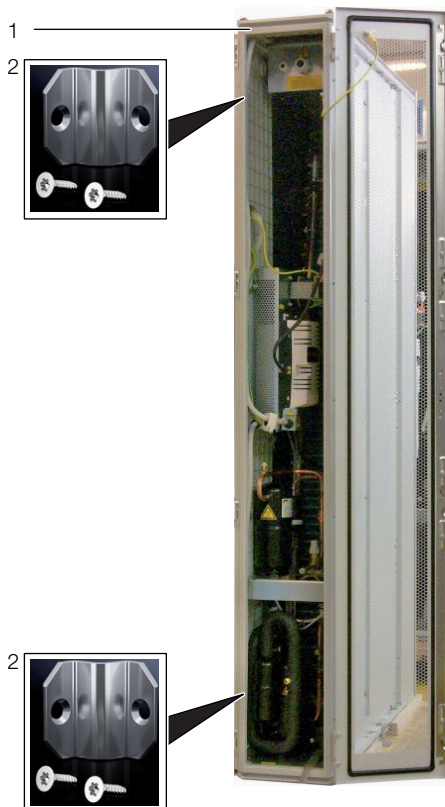

Abb. 15: LCP Rack DX – Rückseite
- Befestigen Sie je zwei Anreihverbinder (Abb. 15, Pos. 2) mit den zugehörigen Befestigungsschrauben an den vorgesehenen Befestigungspunkten in den Montageleisten auf der Vorder- und Rückseite des LCP DX (Abb. 15, Pos. 1).